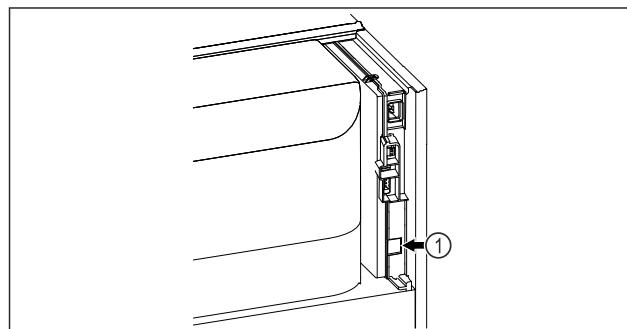

Fig. 143
- Se utiliza SmartModule Fig. 143 (1).